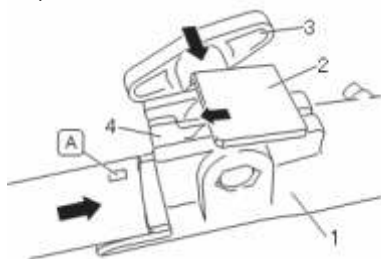

рис. 5
1. Ослабьте винт(3) нажмите защитный зажим (4) вниз (рис. 5).